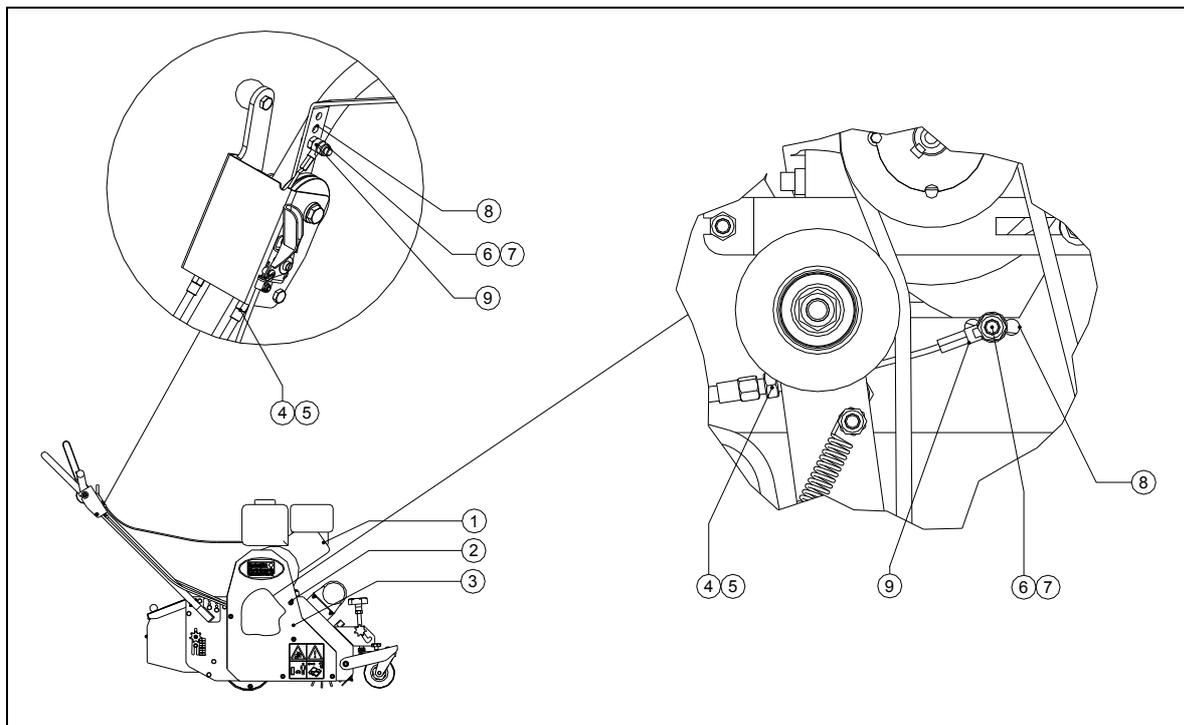

fig. 18
2. Rolo de tensão progressiva para o accionamento de toda a máquina (veja fig. 18).
Rolo de tensão progressiva para o accionamento de toda a máquina (Veja fig. 18)